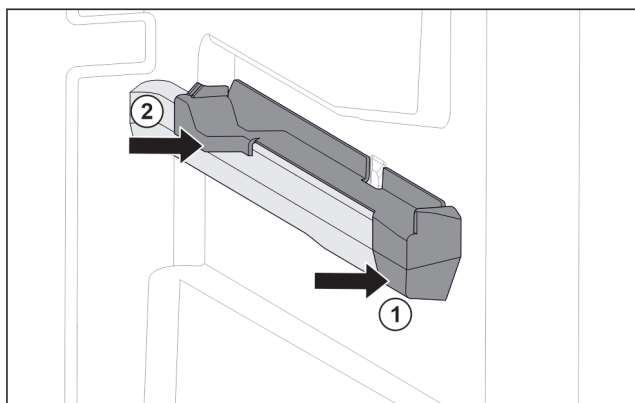

Fig. 75 Násuvný diel na pravom rebre nádoby
- Nasad'te násuvný diel vpredu na rebro nádoby. Fig. 75 (1)
- Pritlačte násuvný diel vzadu. Fig. 75 (2)